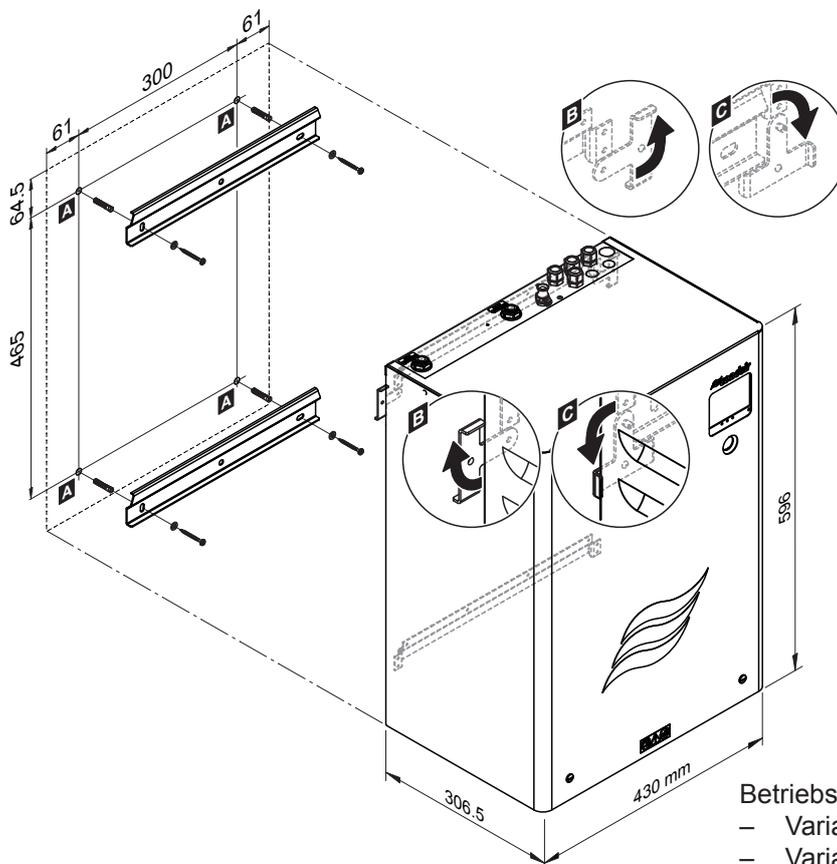

Abb. 8: Montageübersicht Hydraulikeinheit
- Die Konstruktion (Wand, Pfeiler, auf dem Boden befestigte Standkonsole, etc.) an der die Hydraulikeinheit montiert werden soll, muss eine ausreichenden Tragfähigkeit (siehe Betriebsgewichte in Abb. 8) und Stabilität aufweisen und für die Befestigung geeignet sein.